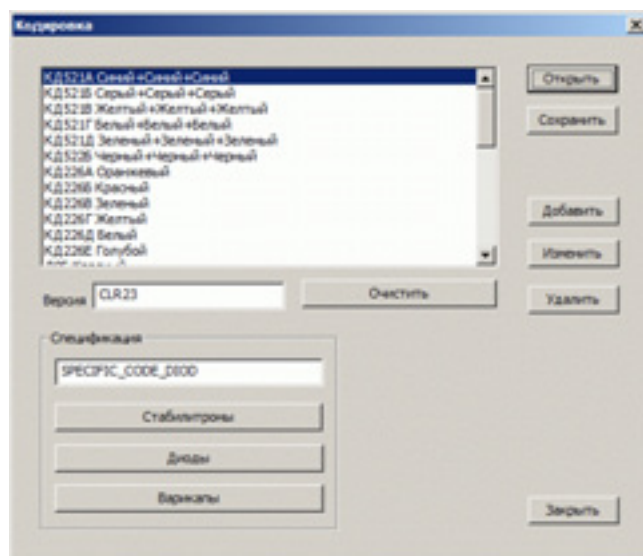

Рис. 3. Внешний вид подмодуля “Редактор базы кодировок”
- Редактор базы кодировок (рис. 3).